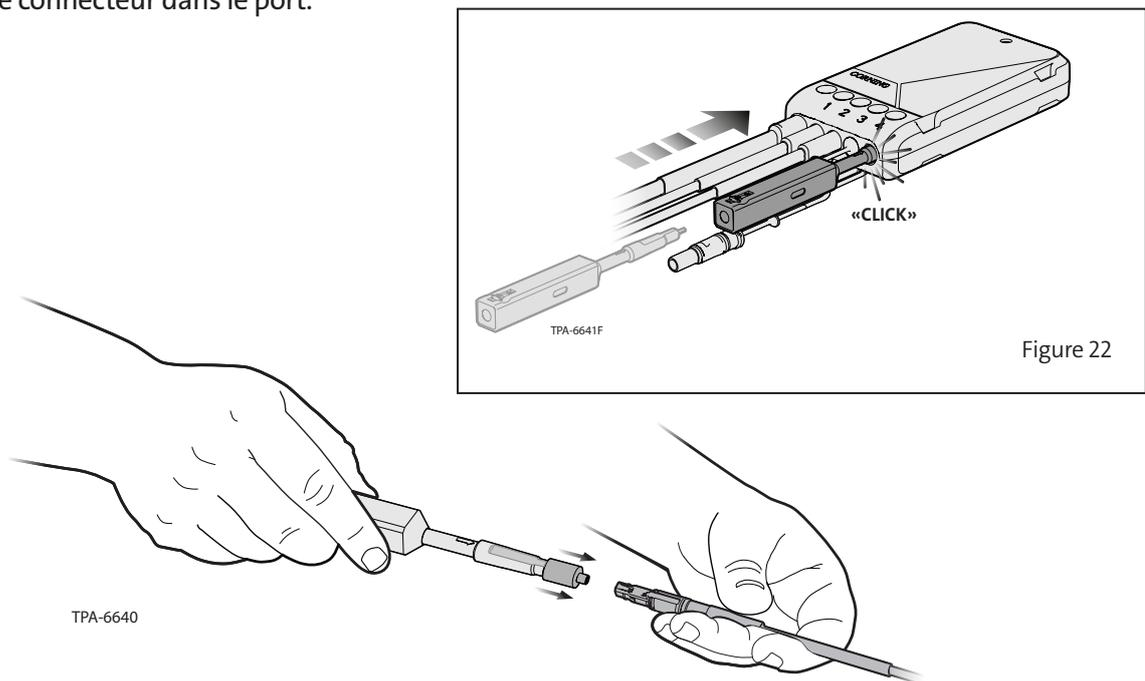

Figure 22
Étape 1 : retirer la fiche de protection du port où le connecteur sera raccordé (Figure 22).